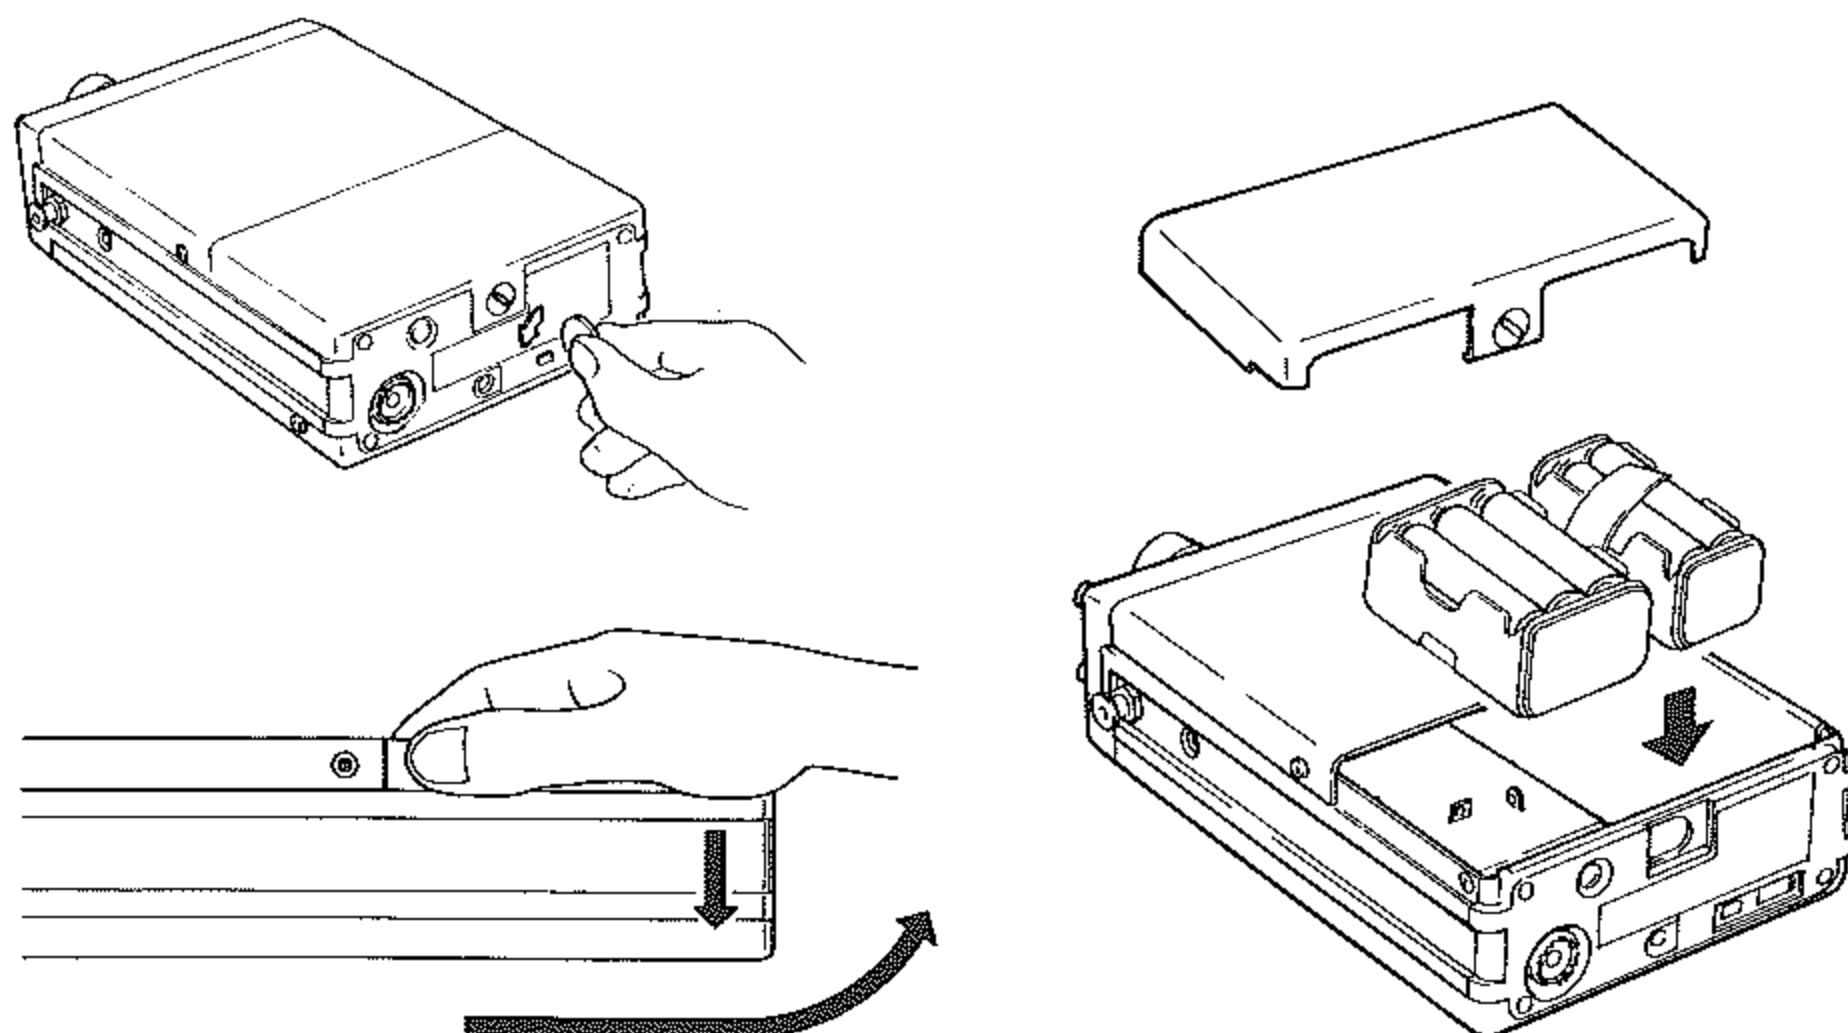

図1 電池ケースのフタのあけかた
(図1参照)
- ②電池ケースは4本用と6本用の2つのケースがあります。4本用ケースにダミー電池1本が入っています。
- ③マンガン電池またはアルカリ電池(UM-3型 1.5V)を使用するときは、電池9本とダミー電池1本を電池ケースに挿入してください。
- ④充電用ニッケド電池(1.2V)を使用するときは、ダミー電池を取りのぞき10本の電池をケースに挿入してください。
- ⑤電池をケースに挿入しましたら、電池ケースを図1の様に本体に入れ、電池ふたを閉めコインで電池脱着ネジを回して電池収納完了です。